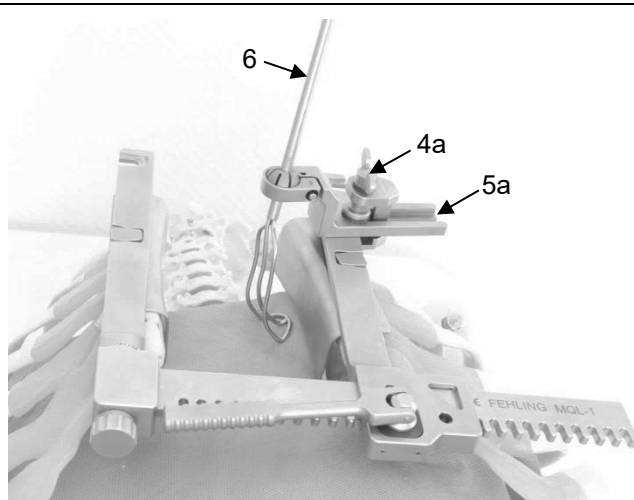

fig. 9: Konfigurationsexempel för CEBOTARI universal sternumretraktor med förmakshake
För att placera förmakskrokarna (6) (se tabell 2, sidan 10) fästs dessa på retraktorarmarna på valfri plats (även i blodområdet) med hjälp av fästelementet MZZ-1Q (4a) och en lämplig kuladapter (5a) (fig. 9). Fästelement och kuladapter monteras enligt bruksanvisning G 217.